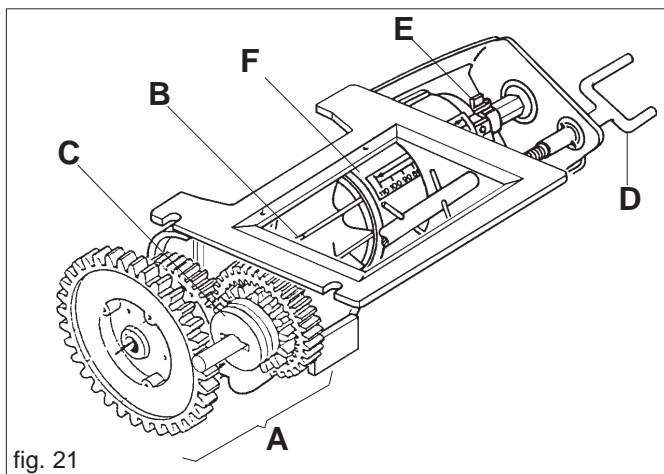
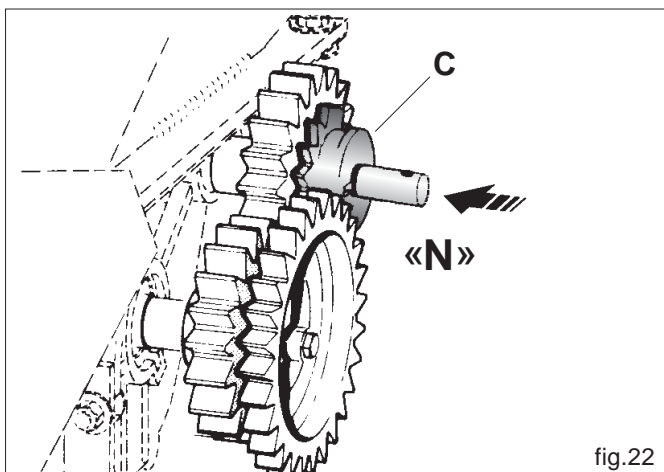
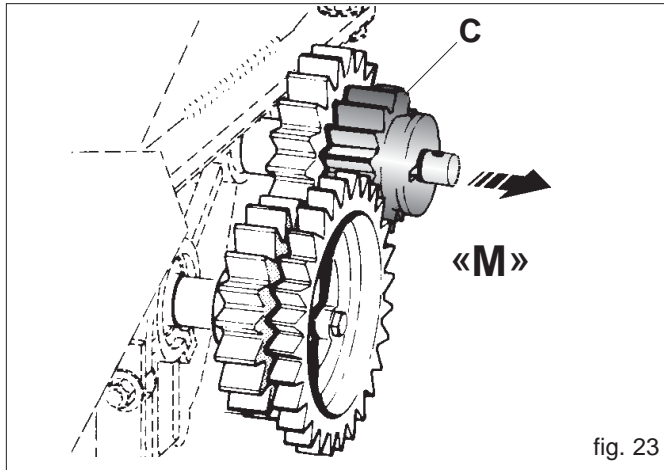
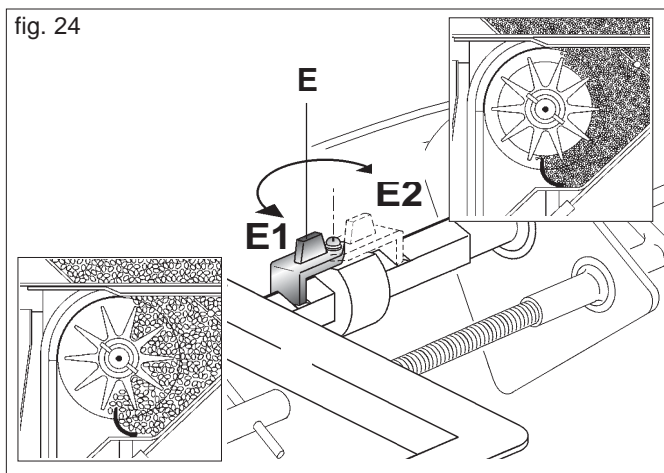

fig. 21
fig.22
fig. 23
fig. 24
Le doseur est composé d'une boîte à vitesses (cf. A Fig. 21) qui permet deux rapports de transmission au rouleau de distribution (B) en variant la position de la roue dentée rouge (C Fig. 21, 22, 23). En position «N» (Fig. 22), le rapport est de 1:1 donné par le couple de roues dentées Z19; si l'on déplace la roue (C) en «M» (Fig. 23), le rouleau distributeur réduira de la moitié le nombre de ses tours puisque la transmission est composée par la roue motrice rouge Z14 et par la roue conduite Z28. Au cours d'un essai de dosage, ainsi que cela a été décrit au chapitre 4.1.2, on remarquera que la quantité de produit distribuée sera réduite de la moitié vis à vis d'un essai ayant un rapport 1:1 (voir le Tableau de Distribution). La position «M» de la roue dentée (C) est nécessaire pour la distribution de petites semences en petites quantités. La tige à vis (D) permet de régler l'ouverture de la vanne selon la valeur de l'échelle graduée obtenue à partir du tableau et de l'essai de distribution (cf. chapitre 4.1.2). L'élément de référence pour définir l'ouverture de la vanne est le point A (Fig. 20).
Le ressort de blocage (cf. E Fig. 21, 24) permet de modifier l'ouverture de la vanne et, en même temps, le débit du rouleau doseur. La position «E1» (Fig. 24) permet l'ouverture de la vanne sur l'échelle graduée de 0 à 110 avec le maximum de la capacité de distribution du rouleau doseur; tandis que la position «E2» permet une ouverture de la vanne de 0 à 25 et une réduction du débit du rouleau. Il est important de fermer complètement la vanne (au 0 de l'échelle graduée) pour inverser la position du ressort de blocage (E).
La quantité de semences devant être distribuée par hectare est réglée par l'appareil de dosage (Fig. 21) en déplaçant la vanne (F) moyennant la tige à vis (D). Les positions de l'échelle de dosage (par rapport à la référence A Fig. 24) correspondent aux valeurs du tableau (les Tableaux de distribution figurent dans le manuel d'Utilisation et d'Entretien du Dispositif de Contrôle Électrique de Distribution) de réglage de la colonne de gauche.